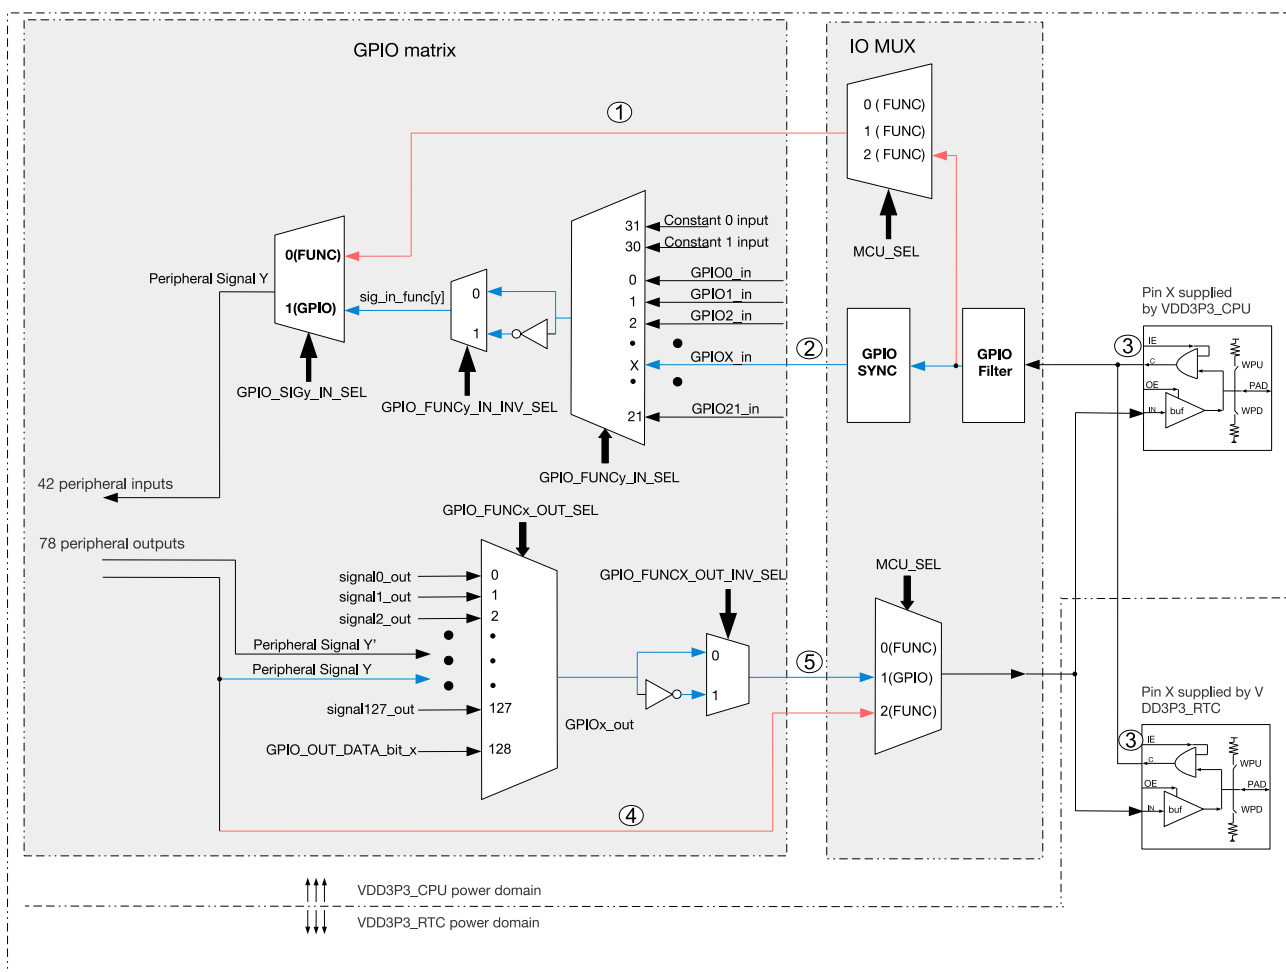

图 5-2. IO MUX 和 GPIO 交换矩阵框图 (详图)
- 图 5-2 详细展示了 IO MUX 和 GPIO 交换矩阵将信号引入外设和引出至管脚的具体过程；
如图 5-2 所示，对于信号输入，外部输入信号从 GPIO 管脚输入，经 GPIO SYNC 模块同步至 APB 总线时钟后进入 GPIO 交换矩阵。外部输入信号也可以通过 IO MUX 直接进入外设，但信号无法经由 GPIO SYNC 模块同步。
如图 5-2 所示，对于信号输出，78 个输出信号（即在表 5-2 中“输出信号”列的所有信号）中的某一个信号通过 GPIO 交换矩阵到达 IO MUX，然后连接到某个 GPIO 管脚。